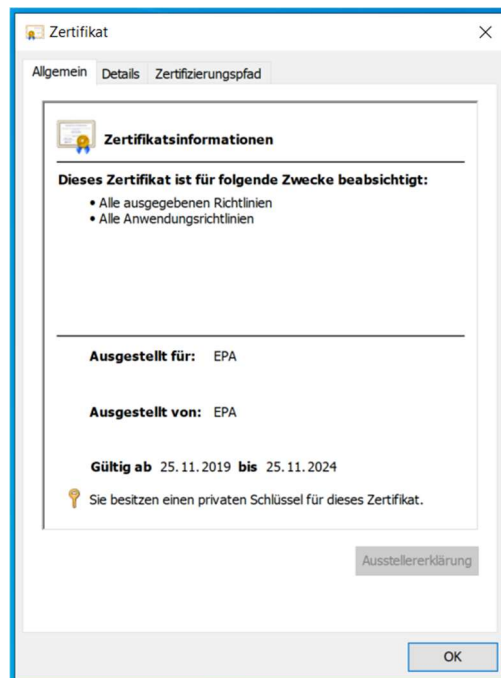

Bild 3.12: Informationen zum Zertifikat LEM [3]
- Durch scrollen gelangt man dann zum Zertifikat EPA (Bild 3.11). Nach dem Doppelklicken auf EPA zeigt sich dann das Bild 3.12.